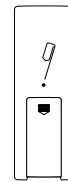

Abb. 27
- Betätigen Sie die **Lerntaste** am Handsender (**Abb. 27**) innerhalb der 8 Piep Töne den Sie einlernen wollen, der Motor bestätigt diese Eingabe mit einer kurzen Umdrehung jeweils einmal in eine Richtung.